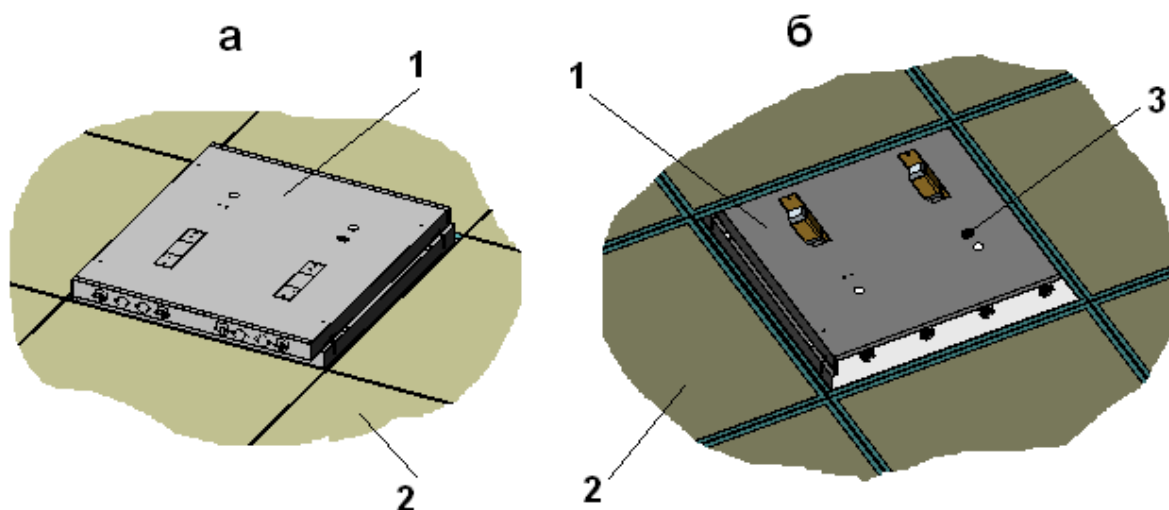

Рис. 4. Установка светильника
6.2. Вынув в нужном месте пластину подвесного потолка 2, установите на её место корпус светильника 1 (рис. 4).
6.3. Подключите кабель питания к контактной колодке 3 (рис. 4).